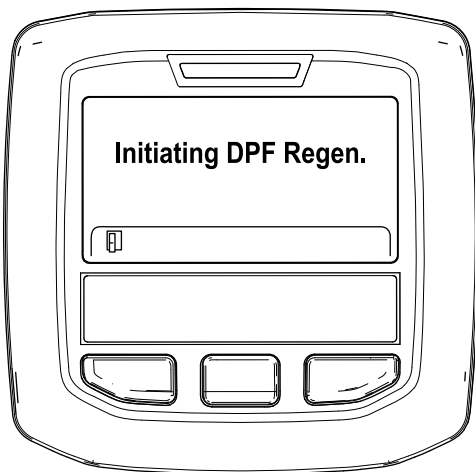

Figura 48
- A. Se muestra el mensaje "Initiating DPF Regen." (Iniciando regeneración de DPF) (Figura 48).